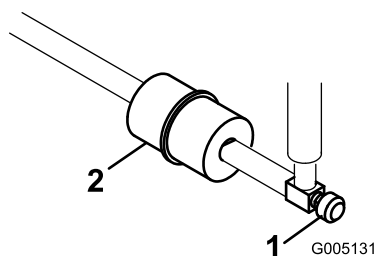

Figure 31
Le filtre à carburant en ligne se trouve dans la conduite d'alimentation, entre le réservoir de carburant et le carburateur (Figure 31).
1. Fermez le robinet d'arrivée de carburant (Figure 31).
2. Placez un bac de vidange sous le filtre, desserrez le collier sur le côté carburateur du filtre, et débranchez la conduite de carburant du filtre (Figure 31).
3. Desserrez l'autre collier et déposez le filtre (Figure 31).